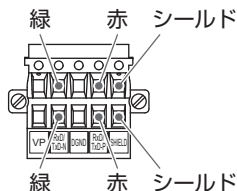

図1
- (1)信号線は、指定のピンに必ず配線してください。(図1参照)